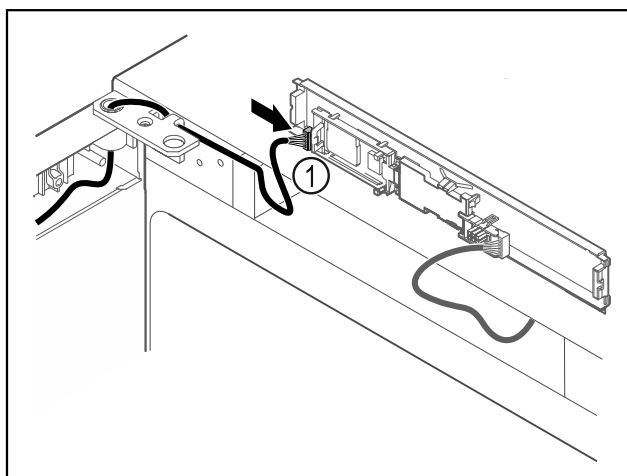

Fig. 64
- ▶ Включете щекера Fig. 64 (1) на платката.